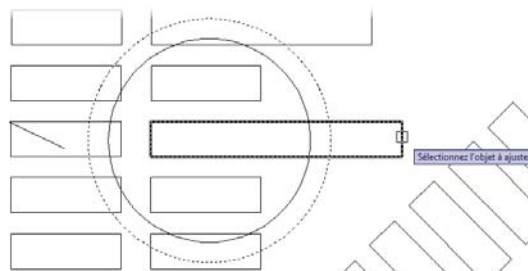

Figure 3.124
2. Après avoir validé, sélectionnez l'objet (ici, le rectangle) à ajuster (voir Figure 3.124).